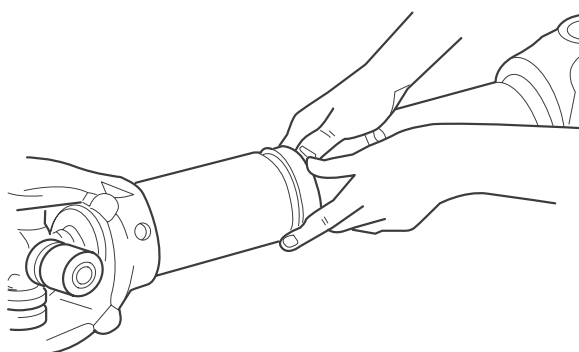

Figura 8.24
7. Ajuste el sello en la ranura. Figura 8.24.